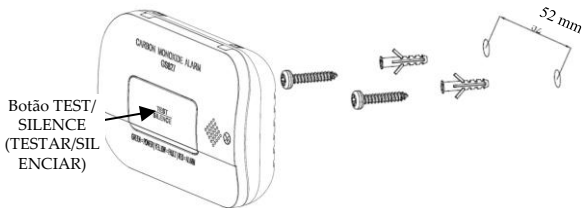

Figura 2 – Instalação
3. Pressione o botão TEST/SILENCE (TESTAR/SILENCIAR) para testar a unidade (*consulte a Figura 2*). Certifique-se de que o som da unidade esteja no padrão de alarme.
Para testar o alarme, pressione e segure o botão TEST/SILENCE (TESTAR/SILENCIAR) (consulte a Figura 2). Você deverá ouvir o padrão sonoro do alarme com um indicador de ALARME correspondente (LED vermelho) piscando. Além disso, uma mensagem de alerta será enviada ao receptor do sistema. O padrão sonoro do alarme será interrompido quando o botão TEST/SILENCE (TESTAR/SILENCIAR) for solto.
1. Pressione o botão TEST/SILENCE (TESTAR/SILENCIAR) (consulte a Figura 2).